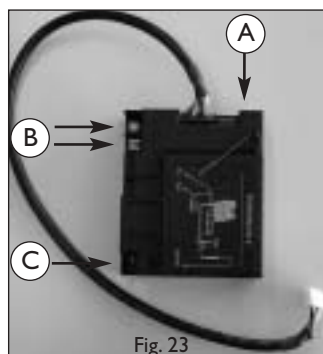

Fig. 23
- Schieben Sie den braune Stecker des Anschlußkabels hinten auf die Printplatte des Empfängers (Fig. 23).
- Schließen Sie die Kabel der Thermokuppelung an (Fig. 23 Pfeil B)
- Schließen Sie das Zündkabel an (Fig. 23 Pfeil C)
- Sollten Sie einen Adapter gebrauchen, müssen Sie diesen an die Unit (Fig. 23 Pfeil A) anschließen und danach den Stecker in die Steckdose stecken.